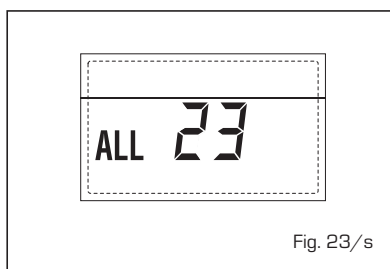

Fig. 23/s
- **SOLAR S1 COLLECTOR PROBE BREAKDOWN ANOMALY "ALL 24"** (fig. 23/t)